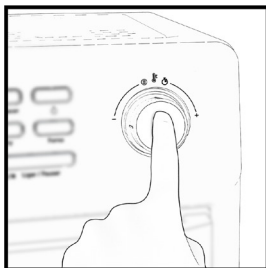
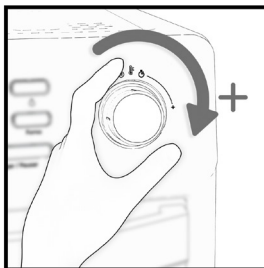

Figura 1
Figura 2
1. Pressione o botão seletor uma vez (Figura 1).
2. Gire para a direita para aumentar (Figura 2) ou para a esquerda para diminuir (Figura 3) para ajustar o TEMPO.
2. Pressione o botão seletor mais uma vez (Figura 1). Gire para a direita para aumentar (Figura 2) ou para a esquerda para diminuir (Figura 3) para ajustar a TEMPERATURA.